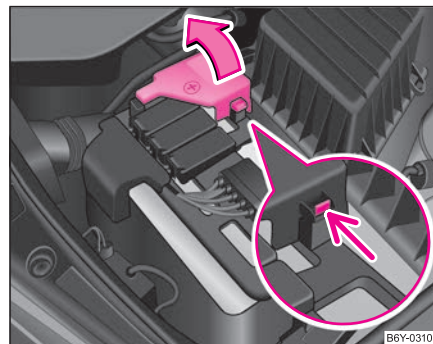

Fig. 169 Batería: Abrir la cubierta del polo positivo
- Abra la cubierta del polo positivo ⇒ fig. 169 o bien la cubierta de batería en sentido de la flecha ⇒ página 209. ►